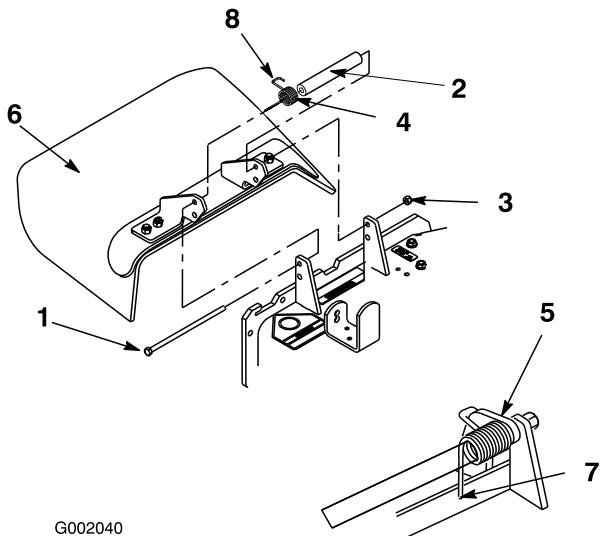

Figure 65
de pivot (Figure 65). Enlevez le déflecteur s'il est endommagé ou usé.
Remarque: Prenez soin de placer l'extrémité en **L** du ressort derrière le bord du tablier avant de mettre le boulon en place, comme indiqué à la Figure 65.
- Remettez le boulon et l'écrou. Accrochez l'extrémité en **J** du ressort au déflecteur d'herbe (Figure 65).